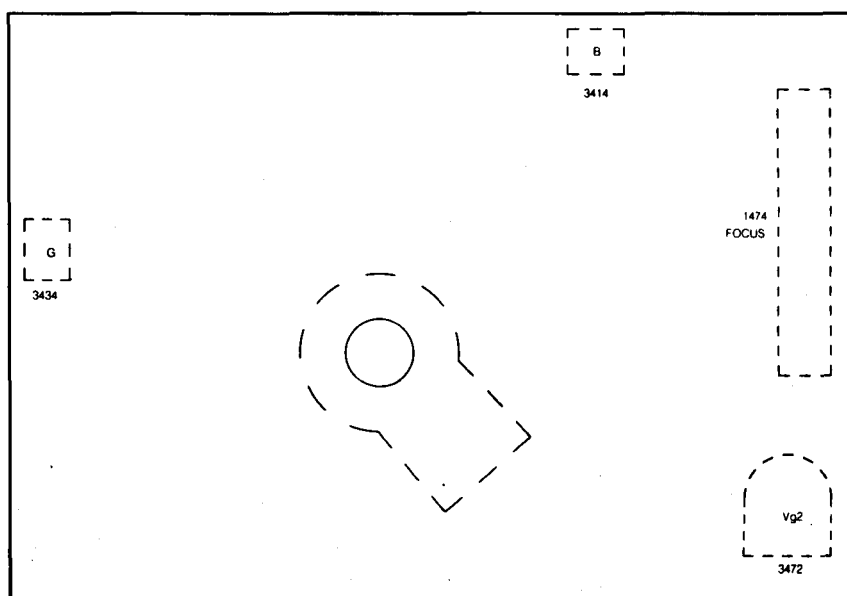

Fig. 5
B. EINSTELLUNGEN AN DER BILDRÖHRENPLATTE (BILD 5)